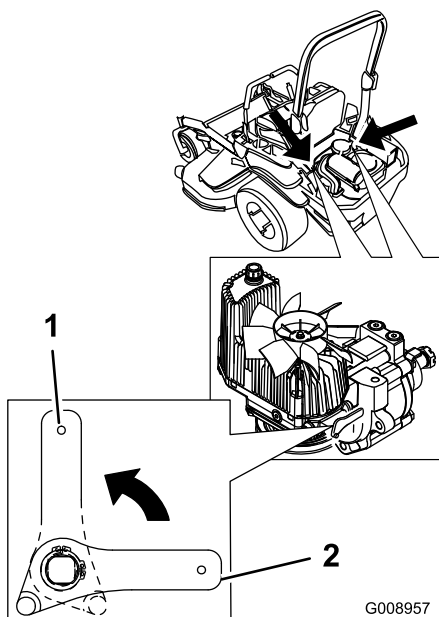

Figure 38
hydraulique de contourner la pompe et aux roues de tourner (Figure 38).
4. Tournez les leviers des vannes de déblocage en position horizontale pour utiliser la machine (Figure 38).